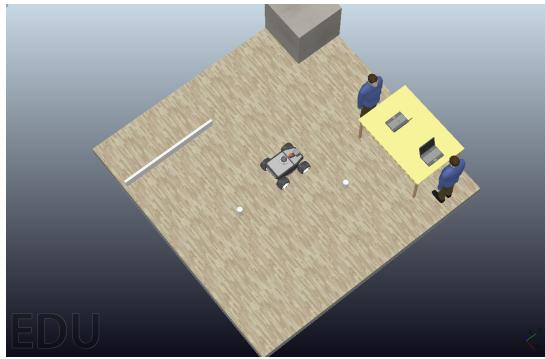

Figura 4 – Cenário A: Posição na coordenada (0, 0).
2. Posição na coordenada (0, 0) (Cenário A, Figura 4);